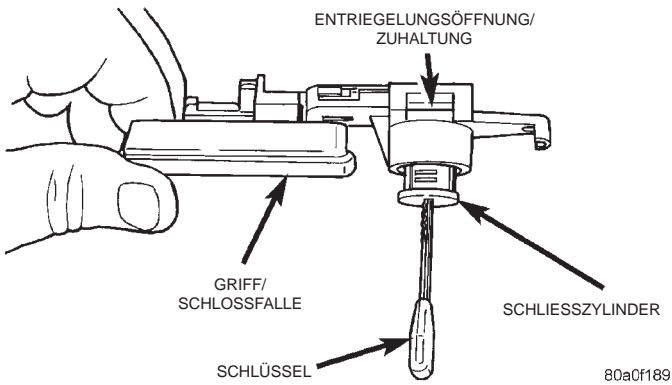

Abb. 20 Schließzylinder des Handschuhfachs aus- und einbauen
(1) Schloßfalle und Griff des Handschuhfachs abbauen, siehe Kapitel "Schloßfalle und Griff des Handschuhfachs".
(2) Schlüssel in den Schließzylinder des Handschuhfachs einstecken.
(3) Einen schmalen Schraubendreher in die Entriegelungsöffnung des Schließstifts einführen und die Zuhaltung niederdrücken (Abb. 20).